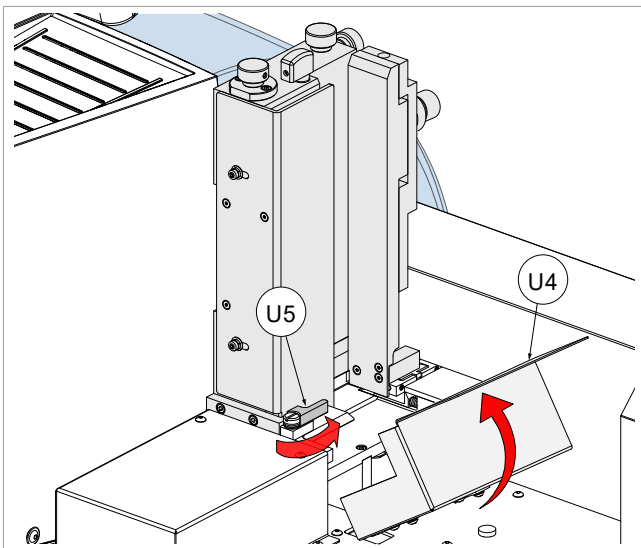

Bild 38
- 4) Den Hebel (U5) und die Abdeckung (U4) schließen (Bild 38).